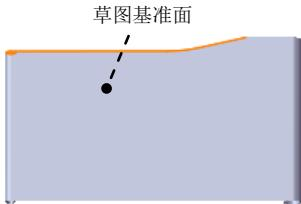

图 14.3.17 切除一拉伸 1
Step5. 创建图 14.3.17 所示的切除—拉伸 1。
(1) 选择命令。选择下拉菜单 **插入(I)** → **切除(C)** →  **拉伸(E)…** 命令。
(2) 定义特征的横断面草图。
① 定义草图基准面。选取图 14.3.17 所示的表面作为草图基准面。